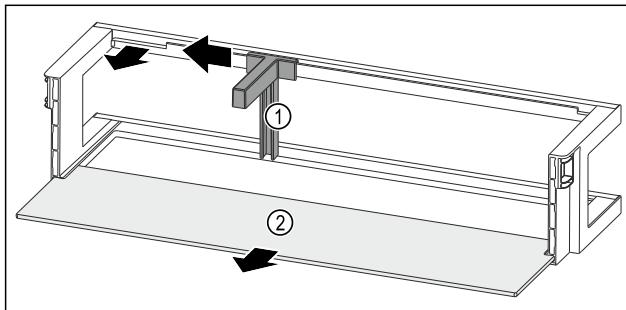

Fig. 133 Türabsteller mit Flaschenhalter und Abstellfläche
- ▶ Flaschenhalter Fig. 133 (1) bis zur Aussparung zur Seite schieben.
- ▶ Flaschenhalter Fig. 133 (1) entnehmen.
- ▶ Abstellfläche Fig. 133 (2) entnehmen.